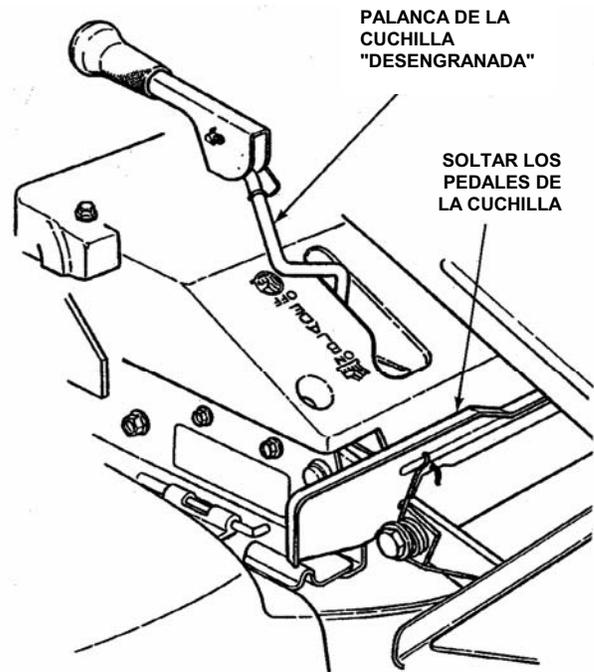

FIGURE 2.15
1. Débrayez la lame en relâchant la pédale d'embrayage de la lame ou en déplaçant le levier sur la position débrayée (OFF). Voir la figure 2.15.